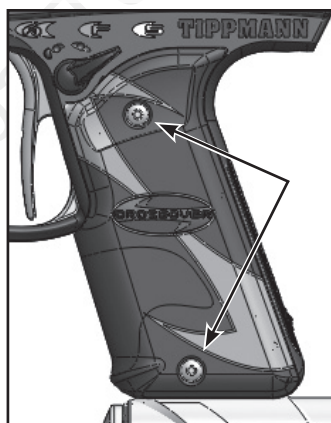

Figure 2: Enlevez les deux vis.
- Enlevez les deux vis (Figure 2) du grip gauche en utilisant la clé Allen 5/64 fournie avec votre marqueur.